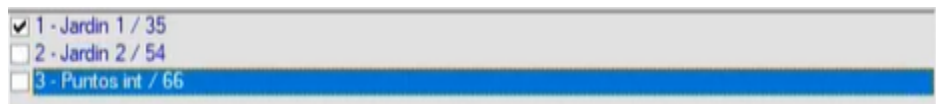

Figura 417. Desactivar archivos.
49. Entrar al menú de “lista de grupos de puntos”, “lista de líneas abiertas”, “superficies activas” y “T3 activos”, actualizar los nombres del enmallado y las curvas de nivel que se acaban de crear, y desactivar todos los archivos correspondientes al jardín 2. Figura 417.